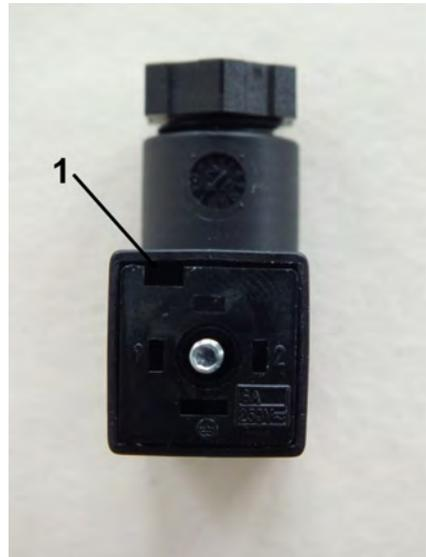

Abb. 23: Innenteil lösen
3. ► Steckereinsatz aus der Steckerdose entnehmen. Hierzu einen Schlitzschraubendreher in den Schlitz (Abb. 23/1) führen und Innenteil vorsichtig heraushebeln
7. ➔ Steckereinsatz (Abb. 23) wieder in die Steckerdose führen und drücken, bis es einrastet